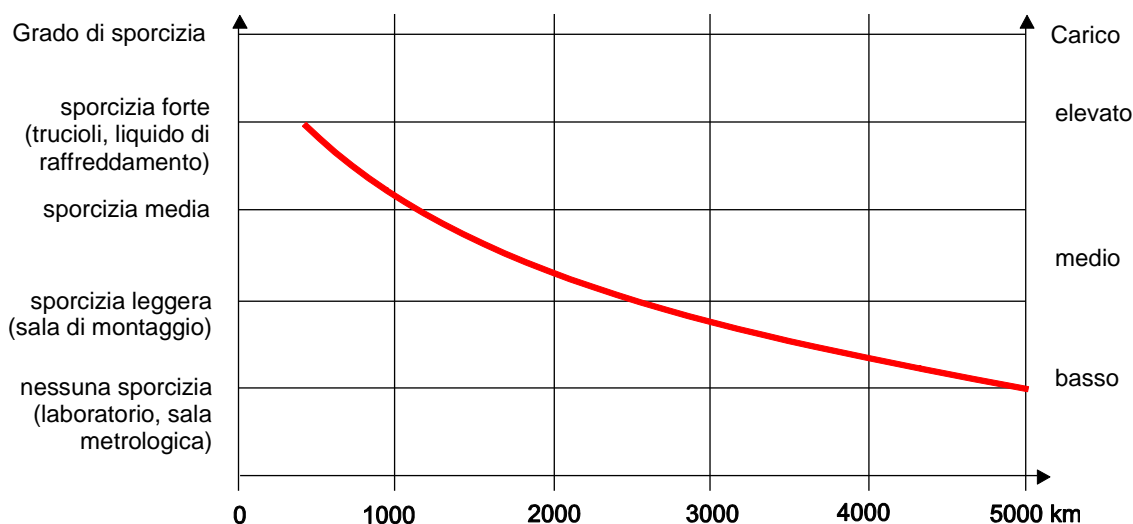

Figura 11: Intervalli di lubrificazione successiva per la guida a ricircolo di sfere con catenella a rosario
**o almeno 2 volte all'anno. L'intervallo di lubrificazione dipende dalle condizioni ambientali e dal carico (vedi figura 11). Effettuare la lubrificazione successiva "in movimento"!
*o almeno 2 volte all'anno. L'intervallo di lubrificazione dipende dalle condizioni ambientali e dal carico (vedi figura 11). Effettuare la lubrificazione successiva "in movimento"!